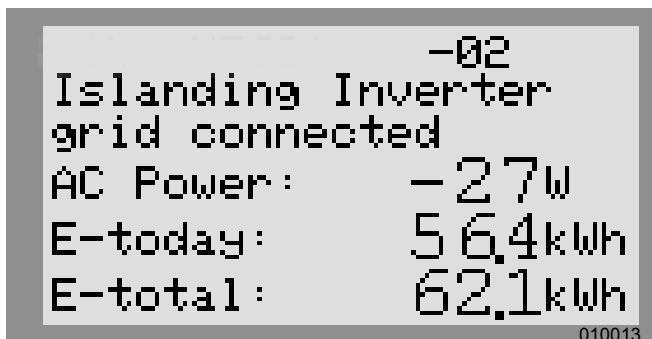

Figure 6-9. Onduleur activé (4 de 4)
6. Voir Figure 6-9. L'onduleur est activé. Il produit une tension aux bornes c.c. et commence à communiquer sur le REbus.